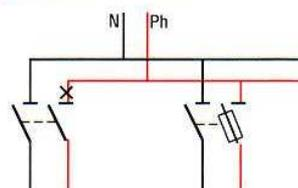

Fig. 11 : Sectionnement bipolaire. Protection par disjoncteur ou fusible.
b) Protection et coupure bipolaire (fig. 11)
Chaque circuit est protégé par un dispositif de sectionnement (les appareils modulaire, porte-fusible ou disjoncteur assurent la fonction sectionnement) (fig. 11) et de protection à coupure bipolaire à base de fusibles ou de disjoncteurs.